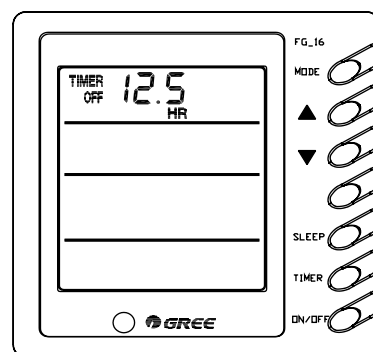

Рис. 5.15
**5.3.10 Функция TIMER.** Функция таймера позволяет программировать кондиционер на включение или выключение через установленное время в определенный режим работы с заданными параметрами (рис. 5.15).